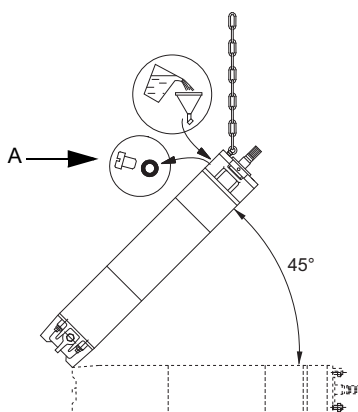

Fig. 4 Motorplacering under påfyllning – MMS
1. Placera motorn i 45 ° vinkel med översidan uppåt. Se fig. 4.